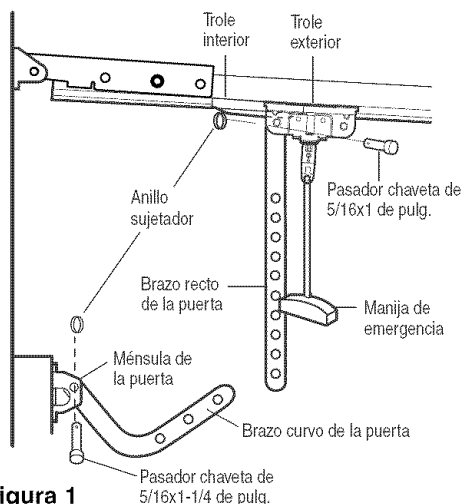

Figura 1
- Marque y taladre dos orificios de 5/16 pulg. para los sujetadores a la derecha y a la izquierda. Sujete la ménsula al refuerzo vertical (si éste existe), como se muestra en la Figura 1.
#### • Figura 1: